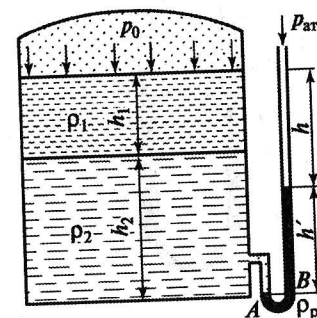

Рис. 2.4
**Задача 2.5.** Вода плотностью  $\rho_2 = 1000 \text{ кг/м}^3$  и минеральное масло плотностью  $\rho_1 = 800 \text{ кг/м}^3$ , находящиеся в закрытом резервуаре, сжимают воздух избыточным давлением  $p_0$  (рис. 2.4). Поверхность раздела минерального масла и воды находится на расстоянии  $h_1 = 0,3$  м от свободной поверхности. Показание U-образного ртутного манометра  $h' = 0,4$  м. Разница высот свободных поверхностей жидкостей в резервуаре и ртутном манометре  $h = 0,4$  м. Определить давление воздуха на свободной поверхности  $p_0$ .
Из рис. 2.4 видно, что  $h_2 = h + h' - h_1 = 0,4 + 0,4 - 0,3 = 0,5$  м, тогда  $p_0 = (13600 \cdot 0,4 - 800 \cdot 0,3 - 1000 \cdot 0,5)9,81 = 46107 \text{ Н/м}^2$ .